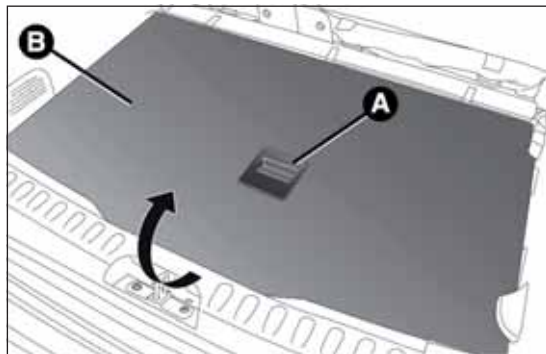

fig. 93
- ☐ sujetar la manilla A fig. 93 y levantar la plataforma B sujetándola con una mano;
- ☐ sujetar la manilla A fig. 93 y retirar la plataforma B;